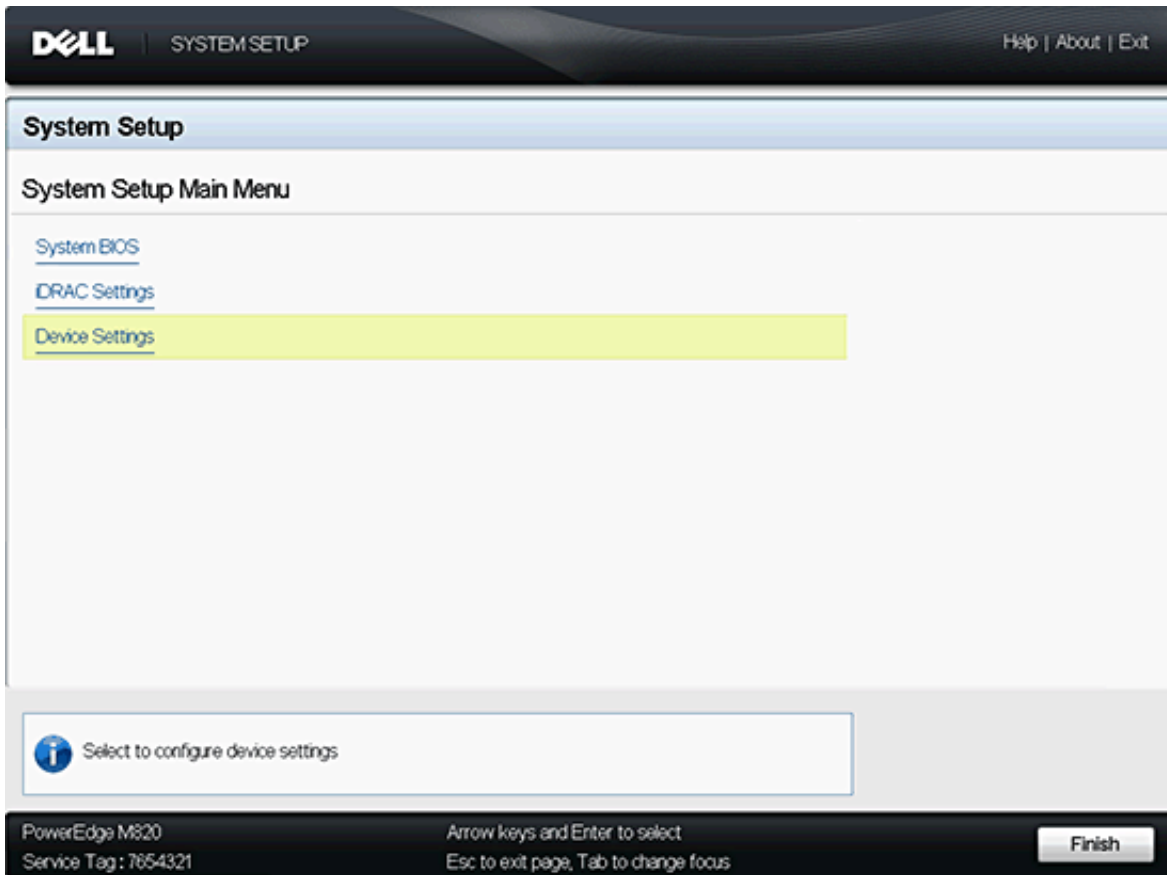

Abbildung 4-3. Hauptmenü-Seite
2. Wählen Sie **Device Settings** (Geräteeinstellungen) aus, wie in Abbildung 4-3 dargestellt.